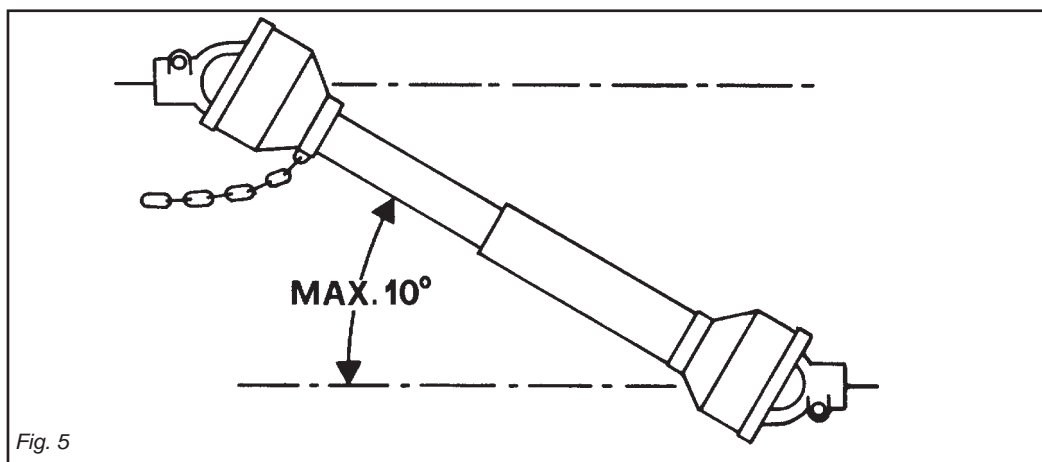

Fig. 5
- 40)** Disinserire, sempre, la presa di forza quando l'albero cardanico fa un angolo troppo aperto (mai oltre i 10 gradi - Fig. 5) e quando non viene usata.
- 40)** Always disengage the pto when the cardan shaft is set at an excessively open angle (never beyond 10 degrees - Fig. 5) and when it is not in use.
- 40)** Débrayez toujours la prise de force quand l'angle de l'arbre à cardans est trop ouvert (jamais plus de 10 degrés Fig. 5) et lorsque vous ne devez pas l'utiliser.
- 40)** Die Zapfwelle immer ausschalten, wenn die Gelenkwelle einen zu großen Winkel einnimmt (nie über 10 Grad - Abb. 5) und wenn sie nicht gebraucht wird.
- 40)** Desactivar, siempre, la toma de fuerza cuando el árbol cardánico hace un ángulo demasiado abierto (nunca superar los 10 grados - Fig. 5) y cuando no la usamos.